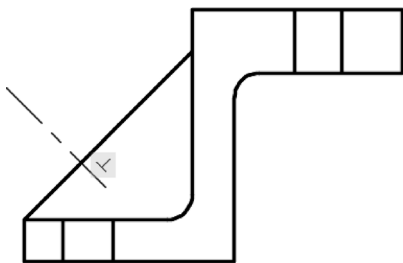

图 13-27 应用垂直约束
19) 应用垂直约束。在功能区中切换至“参数化”选项卡，从“几何”面板中单击“垂直”按钮，先选择倾斜的粗实线，再选择倾斜的中心线，从而使倾斜的中心线调整至与所选粗实线垂直，如图 13-27 所示。可以单击“全部隐藏”按钮以隐藏图形中的所有几何约束。